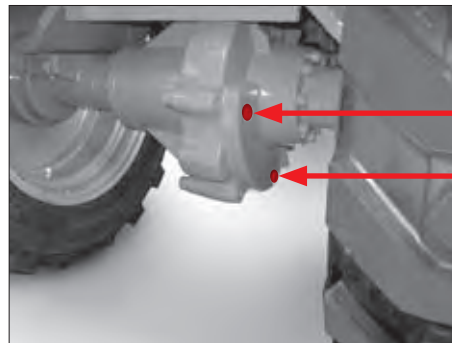

Fig. 94
4. Skru de indvendige sekskantskruer Pos. a (Fig. 94) ud.
7. Skru de indvendige sekskantskruer Pos. a (Fig. 94) på igen.
4. Stil en tilstrækkelig stor opsamlingsbeholder under tømningensåbningen til differentialehuset Pos. b (Fig. 94).
5. Skru de indvendige sekskantskruer Pos. a (Fig. 94) ud, så olien hurtigere løber ud!
6. Skru de indvendige sekskantskruer Pos. b (Fig. 94) ud.
1. Skru de indvendige sekskantskruer Pos. b (Fig. 94) på igen.
2. Fyld ny drevolie på gennem påfyldningsåbningen Pos. a (Fig. 94) .
4. Skru de indvendige sekskantskruer Pos. a (Fig. 94) på igen.